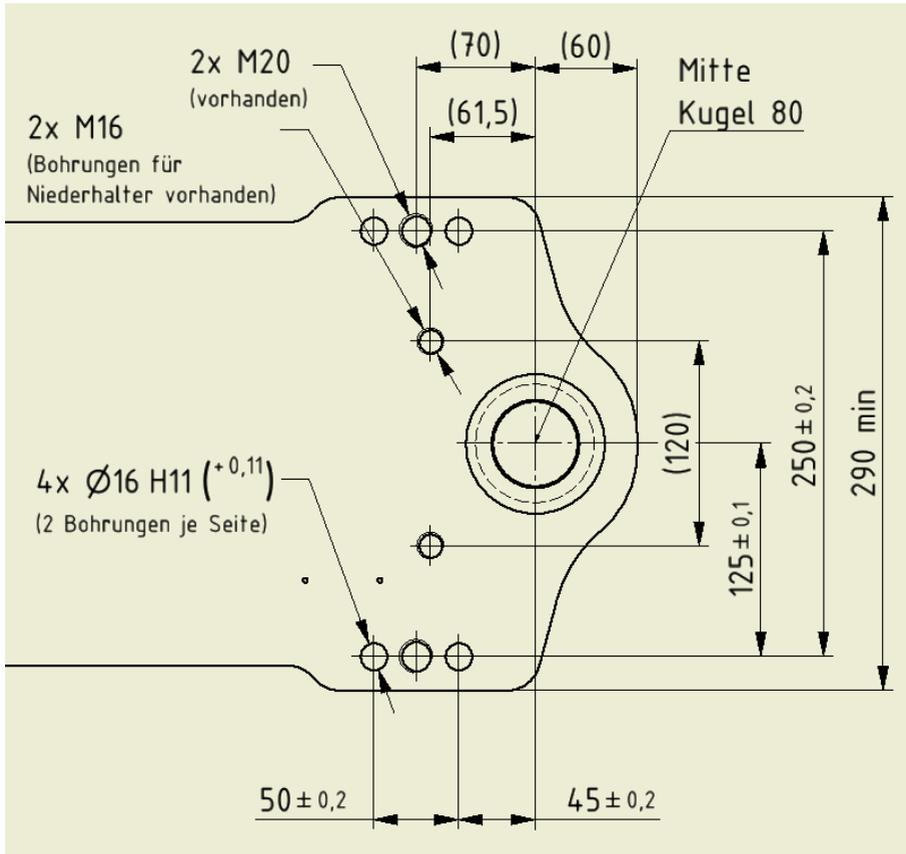

Bild 6 - Montagezeichnung
- > Zur Aufnahme der ZWL 50 dienen zwei $\varnothing 16$ H11 Bohrungen je Seite (siehe Bild 6). Falls diese nicht vorhanden sind, können sie gemäß beiliegender Montagezeichnung in den Kugelbalken gebohrt werden. In einigen Kugelbalken dienen Senkungen, die die Mitte der 16er Bohrungen anzeigen, als Positionierhilfe.